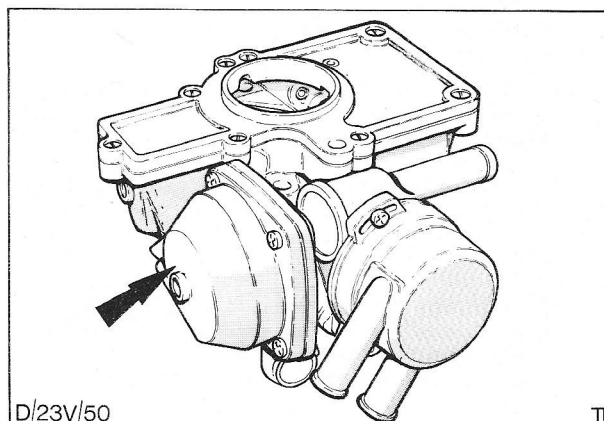

Fig. 63 Membraanhuis.
5. Draai de vier kruiskopschroeven los waarmee het membraanhuis is bevestigd en neem het huis weg; Fig. 63.